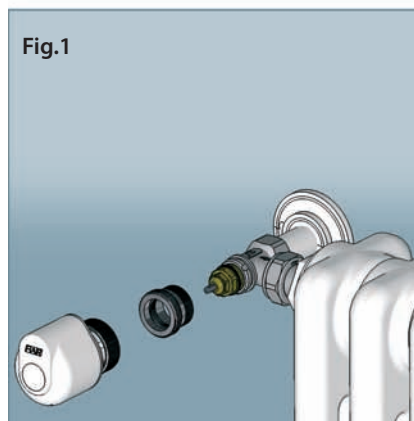

Fig.1
- Se il comando elettrotermico viene montato sulla valvola, togliere il volantino, il supporto in plastica e avvitare l'adattatore art. 1941 (Fig.1).